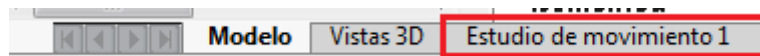

Ilustración 191
Paso 2: Se da clic en la pestaña **Estudio de movimiento** ubicada en la parte inferior de la pantalla (ver ilustración 191).